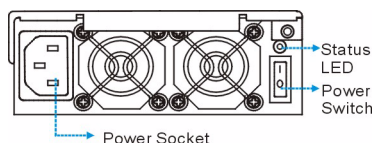
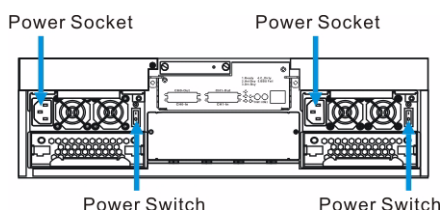

Figura 7.1 Módulo de controlador DVA-08E
Figura 7.2 Módulo de controlador DVA-08K / DVA-16K
1. Ligue os cabos de alimentação fornecidos às tomadas de corrente, na parte traseira do sistema (ver *Figura 7.1* e *Figura 7.2*). Para DVA-08E, é necessário um (1) cabo de alimentação; para DVA-08K e DVA-16K, são necessários dois (2) cabos de alimentação.
4. Ligue o subsistema, activando ambos os interruptores de corrente no painel traseiro dos módulos de fonte de alimentação. Para a localização do interruptor de corrente, consulte *Figura 7.1* e *Figura 7.2*.